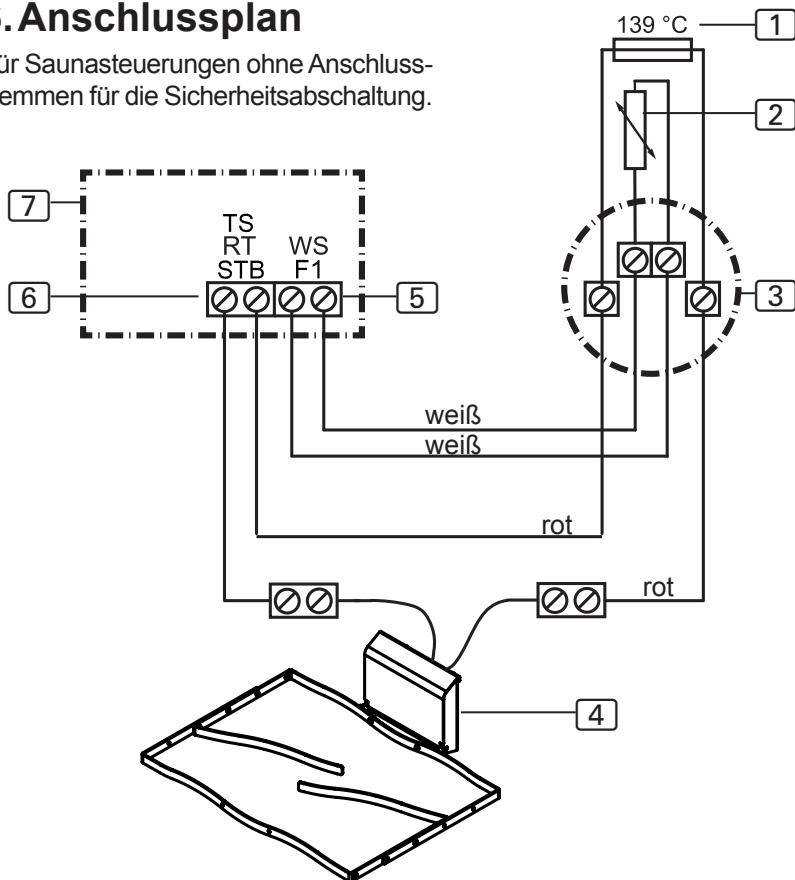

Abb.4 Anschluss
- Beachten Sie die **Abb.4 Anschluss** auf **Seite 12** und die Bedienungsanleitung Ihrer Saunasteuerung.